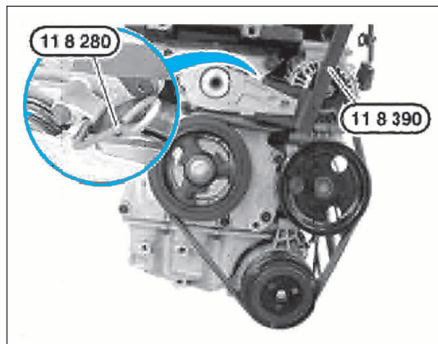

FIG. 21
- Mettre en place l'outil spécifique 118 390 (Fig.21).